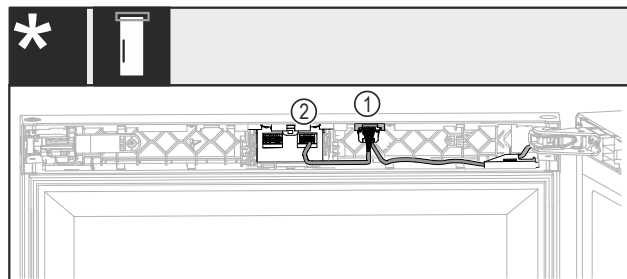

Fig. 44 Zonder slot of met mechanisch slot*
- Stekker met beide kabels Fig. 44 (1) in de geleiding schuiven.*
- Stekker met een kabel Fig. 44 (2) in een recht nest vastklikken.*